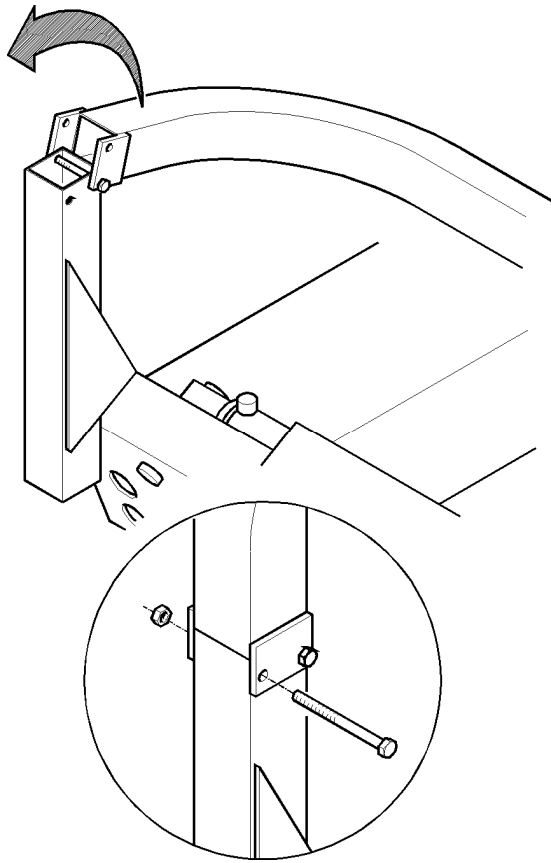

Fig.11
S'assurer que le câble électrique et les tuyaux hydrauliques ne soient pas écrasés ni endommagés (Fig. 11).
B. Monter le support accessoires et le fixer avec la vis (Fig.11).